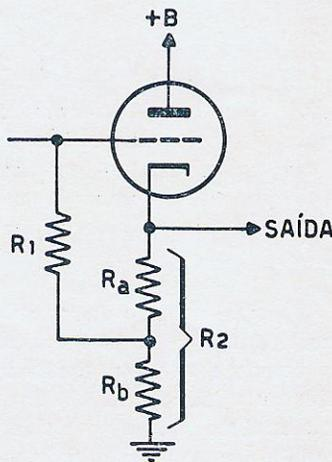

Figura 4
Onde R_a e R_b são as resistências acima e abaixo do ponto de retorno da grade, como pode ser visto na figura 4. Para o caso especial da grade retornando ao catodo ($R_a = 0$), a impedância de entrada será máxima, e a fórmula (7) se reduz a